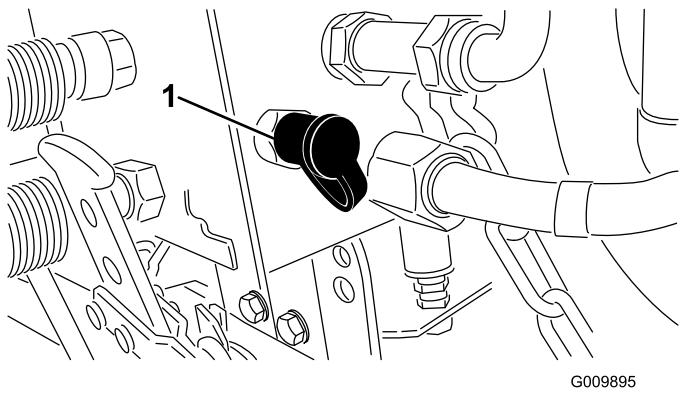

Figure 63
- Utilisez la prise d'essai N° 3 (Figure 63) pour mesurer la pression du circuit des cylindres.